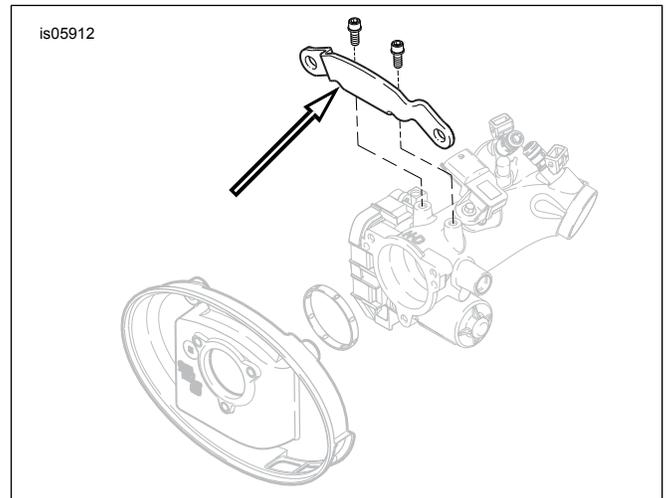

Figura 1. Extracción de la pieza de soporte, del soporte del módulo de inducción
4. Consulte Figura 1. Del soporte del módulo de inducción, quite y deseche la pieza de soporte.